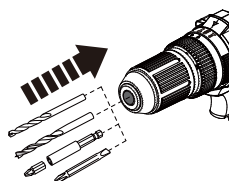

Fig. 2
- > Introduzca la broca hasta el tope (Fig. 2). Para las brocas más pequeñas, asegúrese de que la distancia sea suficiente. Si se utiliza una broca de 25 mm, insértela en el vaso de un portabrocas.